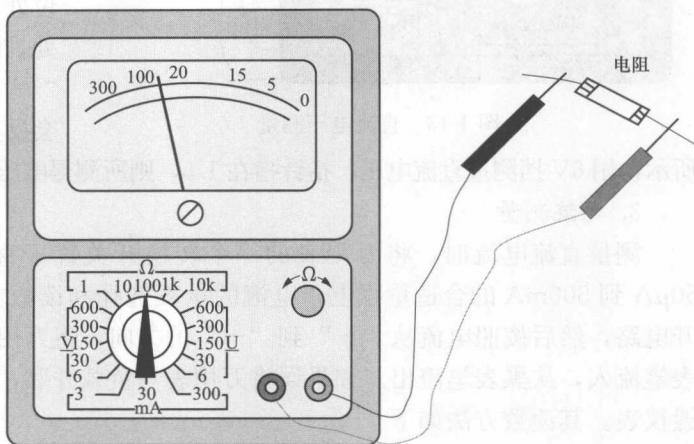

图1-12 电阻的测量
(1) 选择合适的倍率挡。万用表欧姆挡的刻度线是不均匀的，所以倍率挡的选择应使指针停留在刻度线较稀的部分为宜，且指针越接近刻度尺的中间，读数越准确。一般情况下，应使指针指在刻度尺的 $1/3 \sim 2/3$ 间。
(2) 欧姆调零。测量电阻之前，应将2个表笔短接，同时调节欧姆（电气）调零旋钮，使指针刚好指在欧姆刻度线右边的零位。如果指针不能调到零位，说明电池电压不足或仪表内部有问题。并且每换一次倍率挡，都要再次进行欧姆调零，以保证测量准确。
(3) 测量和读数。如图1-12所示，将万用表两个表笔分别接触电阻两端，观察万用表指针，表头的读数乘以倍率，就是所测电阻的电阻值。如用数字万用表测量，可以直接读数。